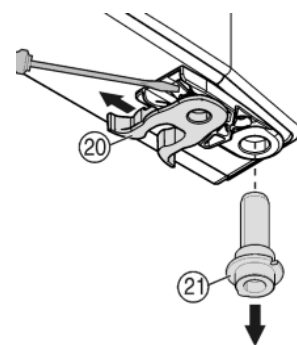

Fig. 8
- Flytta fjäderklämman Fig. 8 (20): tryck ned spärrklacken och dra ut fjäderklämman över denna.
- Dra ut lagerbulten Fig. 8 (21) ur dörrbussningen och sätt in den tillsammans med brickan på den motsatta sidan. Spärrklacken måste peka mot dörrens insida och spåret mot utsidan.
- Vrid in dörren och sätt in lagerbulten Fig. 8 (21) i lagerbocken. Vrid ev. lagerbulten så att den kan gå i lås.